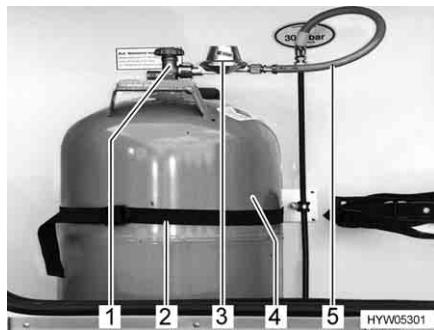

Fig. 57 Vano portabombole
- Chiudere la valvola principale di arresto (Fig. 57,1) della bombola del gas (Fig. 57,4). Osservare la direzione della freccia.
- Svitare manualmente il regolatore di pressione del gas (Fig. 57,3), con il tubo del gas (Fig. 57,5), dalla bombola del gas (filettatura sinistrorsa).
- Allentare le cinghie di fissaggio (Fig. 57,2) ed estrarre la bombola del gas.